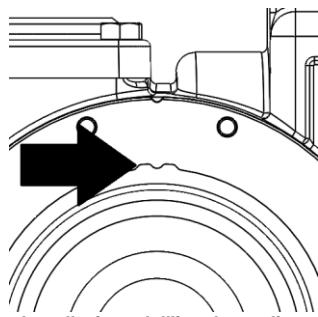

Figura 13 – Installazione dell'involucro di contenimento
- Inserire la chiave (35A) nella scanalatura del rotore/albero (13). Inserire il gruppo magnete condotto (52) nel rotore/albero (13). Collegare la rondella (58) e il tappo a vite (59) sull'estremità dell'albero e serrare a mano. Applicare una coppia pari a 12,5 ft-lbs (17 Nm).
- Installare l'o-ring dell'involucro di contenimento sull'interno testata. Installare il bicchiere di contenimento (50) sul perno dell'interno testata (20). Ruotare la scanalatura di tenuta dell'involucro di contenimento verso l'alto della pompa, come mostrato in Figura 13. Questo lo allineerà col perno dell'alloggiamento del magnete.